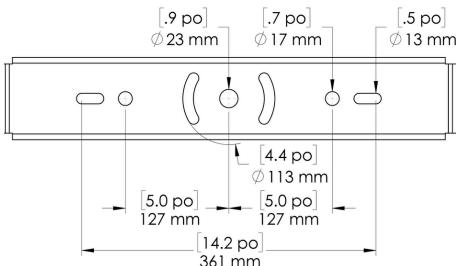

Fig. 1
- Percer les trous sur la surface sur laquelle est installé le luminaire (voir les dimensions à la figure 1). Seuls deux points d'ancrage sont nécessaires.